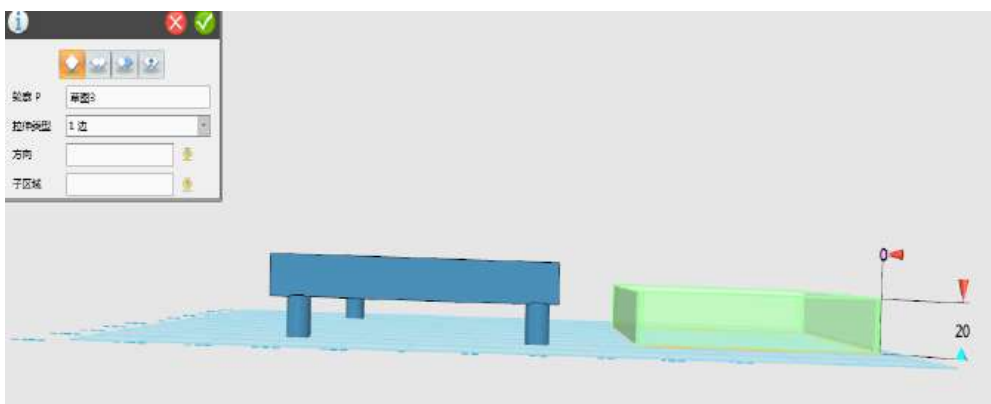

图 1-6
Step 6 利用特征造型  中的  拉伸命令制作出高为 20MM 的床垫，如下图 1-6 所示：